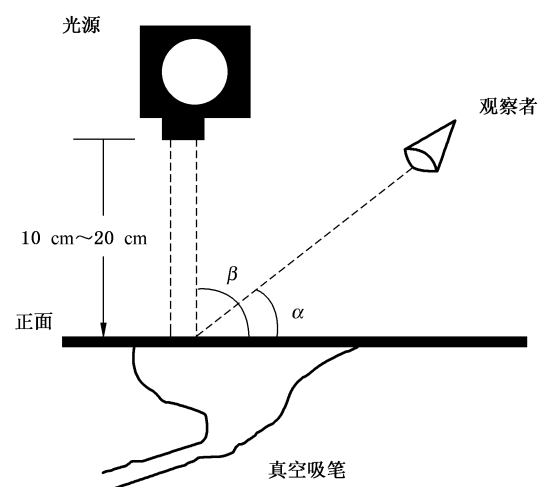

图 1 用高强度会聚光检测硅片正面的示意图
- 7.2.1 用真空吸笔吸住抛光片背面,使高强度汇聚光束斑直射抛光片正面(如图 1 所示)。晃动抛光片,改变入射光角度,目测检查整个抛光片正面的缺陷:沾污、雾、划道、颗粒。